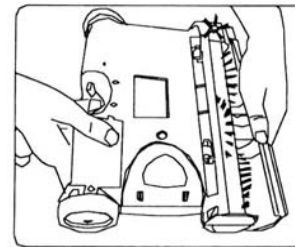

Fig. 10
3. Retirez le couvercle de la brosse (fig. 10 – consultez la page 23 pour des instructions détaillées).